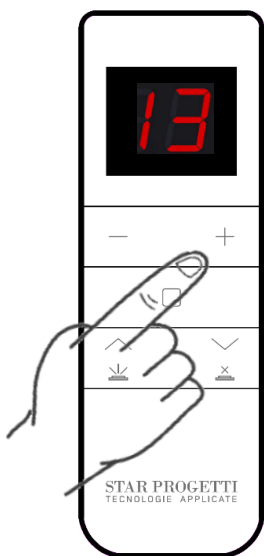

Abb.3
- wählen Sie mit den Tasten „+“ und „-“ den Kanal 13 (Abb. 3) und drücken Sie dann die Taste wie in Abb. 4 gezeigt